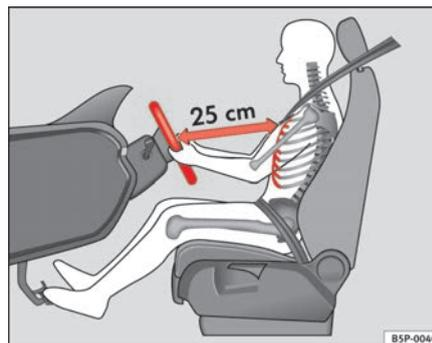

Fig. 114 Position de conduite correcte
- Réglez le volant jusqu'à ce que vous obteniez la position souhaitée \Rightarrow fig. 114.
- Réglez le siège du conducteur ou le volant de sorte que la distance entre celui-ci et votre thorax soit au moins de 25 cm → page 161, fig. 114. Si vous ne respectez pas cette distance minimale, le système d'airbags est dans l'incapacité de vous protéger – danger de mort !